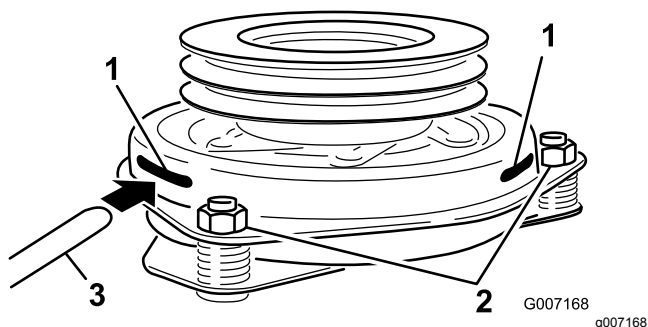

Figura 77
9. Insira um apalpa-folgas de 0,381 a 0,533 mm através de uma ranhura de inspeção na parte lateral do conjunto (Figura 77).
10. Aperte as porcas de bloqueio até haver uma ligeira dobra no apalpa-folgas, mas desde que continue a mover-se facilmente dentro do entreferro (Figura 77).